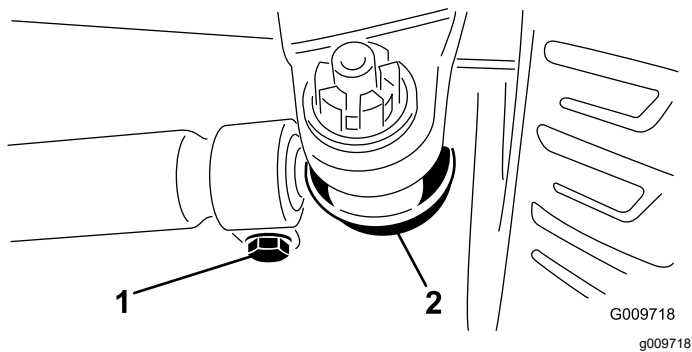

图 61
2. 要进行调节应从任一横拉杆球窝接头卸除开口销和螺母 (图 61)。从轴箱支架中拆除横拉杆球窝接头。
3. 拧松横拉杆两端的夹具 (图 61)。